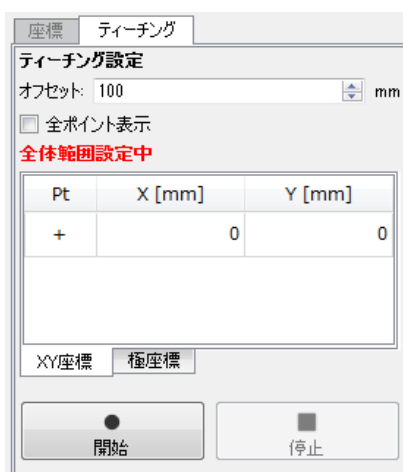

図7-45 ティーチング設定
- 希望する領域から背景までの距離をオフセットに設定して、[開始]ボタンをクリックしてください（図7-45）。（オフセットは、最大検出距離まで設定可能です。）